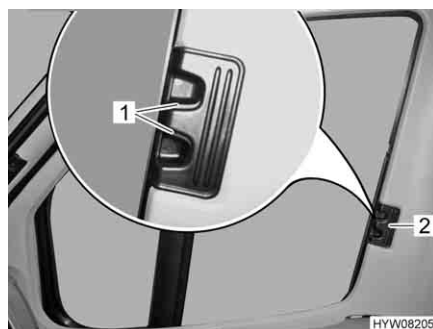

Fig. 58 Tendina oscurante pieghevole per il finestrino del conducente/passeggero
- Premere le maniglie di sbloccaggio (Fig. 58,1) e mantenerle premute.
- Con la levetta (Fig. 58,2) tirare le tendine oscuranti pieghevoli per il finestrino del guidatore e del passeggero verso l'altro lato della finestra e congiungerle alle strisce magnetiche.
- Inserire fino all'arresto le tendine oscuranti pieghevoli per il finestrino del guidatore e del passeggero per la maniglia (Fig. 58,2).
- Rilasciare le maniglie di sbloccaggio (Fig. 58,1) e mantenerle innestate.